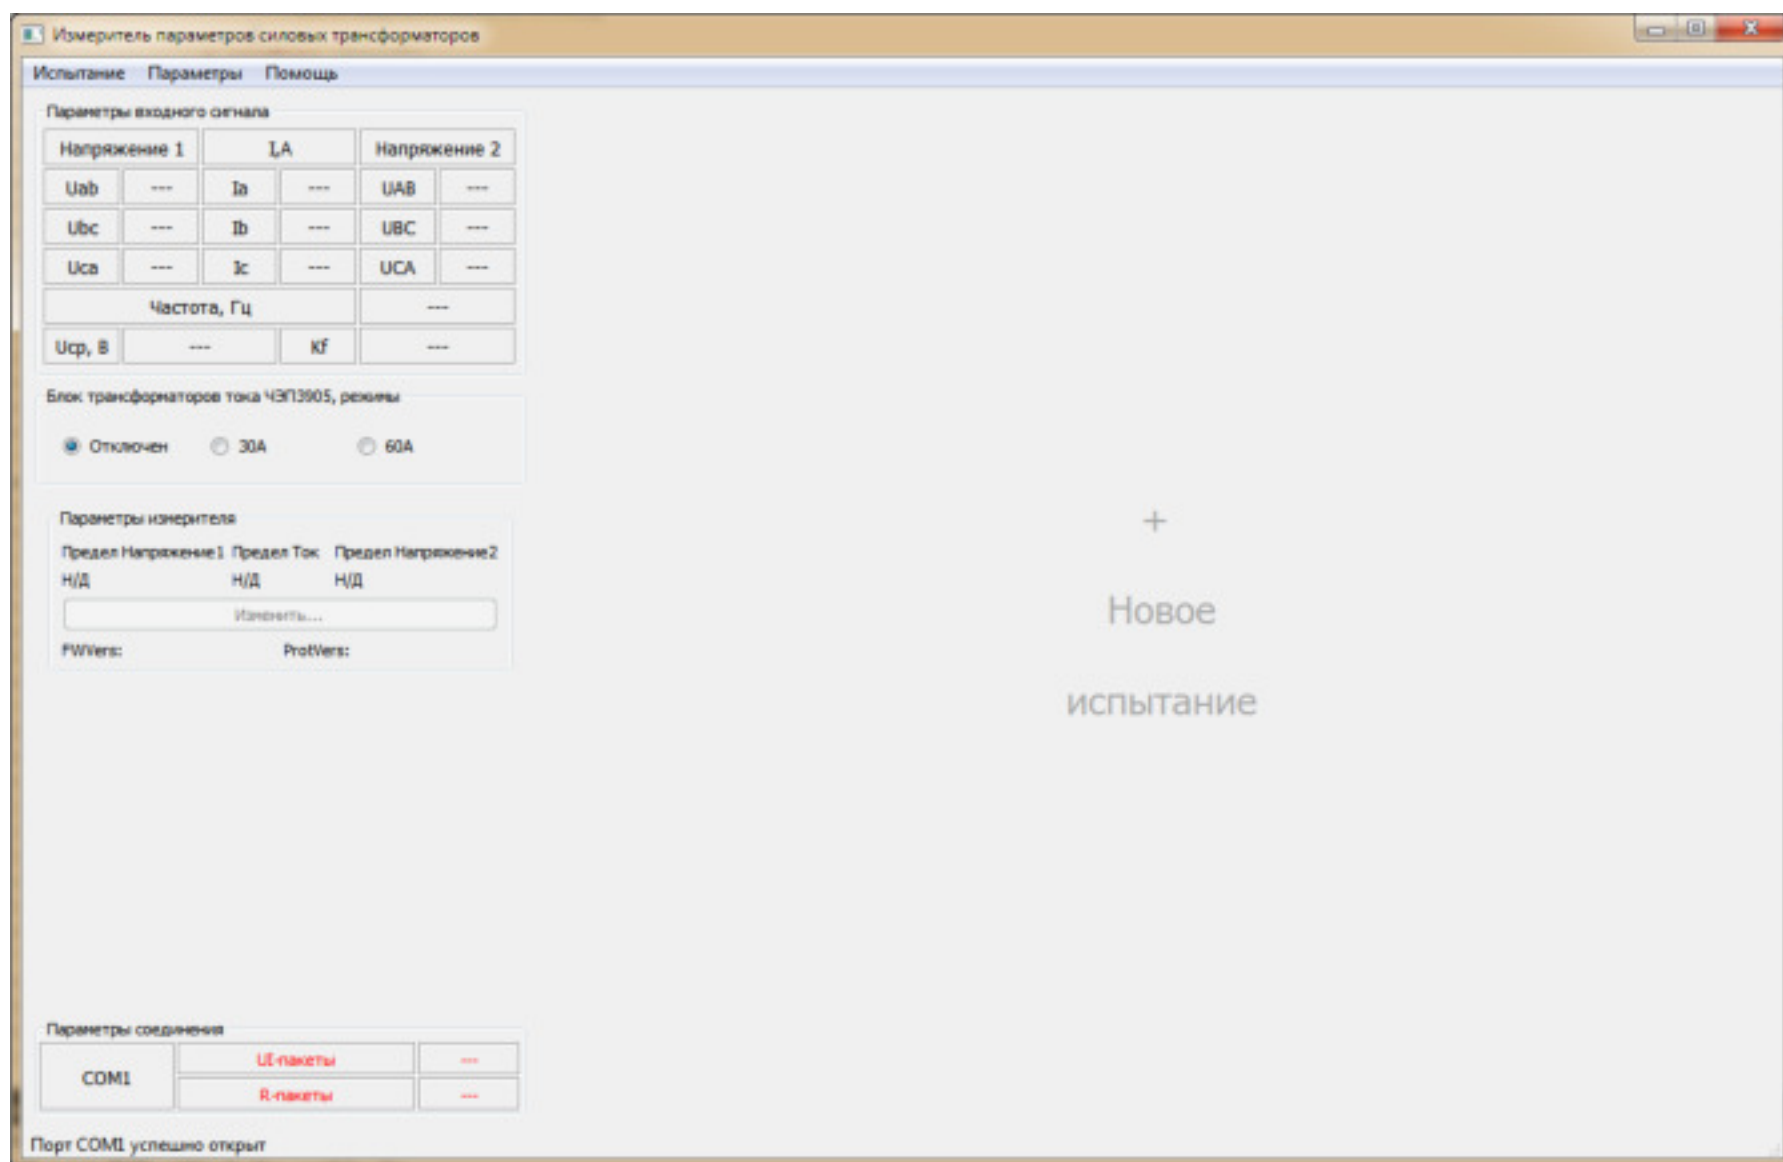

Рис. 4. Основное рабочее окно ПО «СЭИТ»
После запуска программы на экране появляется основное рабочее окно. Его вид представлен на рис. 4.
1) Запускаем ПО, дождаемся загрузки и появления основного рабочего окна (рис. 4).